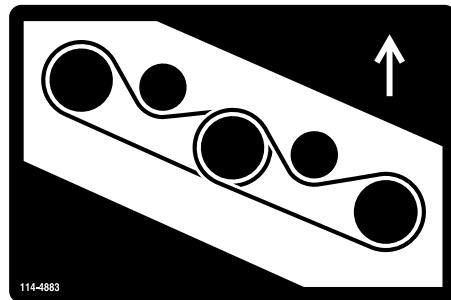
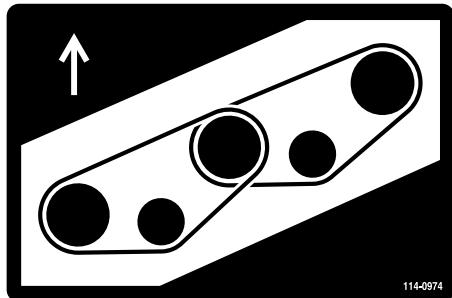

Figure 86
Figure 85
- Installez la courroie neuve autour des poulies d'axe et de la poulie de tension (Figure 85 et Figure 86).